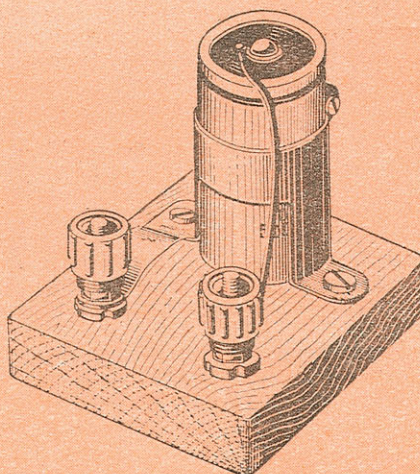

Рис. 4.
4. Два электролитических конденсатора емкостью 10 мкф (рис. 4). Рабочее напряжение — 450 в. Обозначение —  $C_1$ .